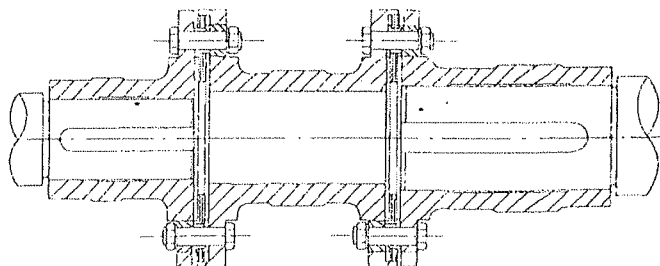

图 12 (fig.12)
5、带保护型膜片联轴器，在安装前应检查保护层是否被撞凹，如有要及时处理好后再安装，参照平面图12以免将螺栓的方向及位置装错。